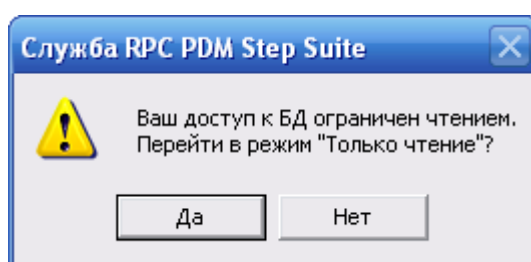

Рис. 2-4
- Если ваш доступ к БД ограничен только чтением, то после ввода данных в окне **Установка соединения с БД** появится сообщение, представленное на рис. 2-4. При нажатии на кнопку **Да** главное окно программы откроется в режиме «только чтение». В этом режиме доступен только просмотр данных. При нажатии на кнопку **Нет** программа выдаст сообщение, что соединение с БД не установлено и откроется пустое главное окно программного модуля.